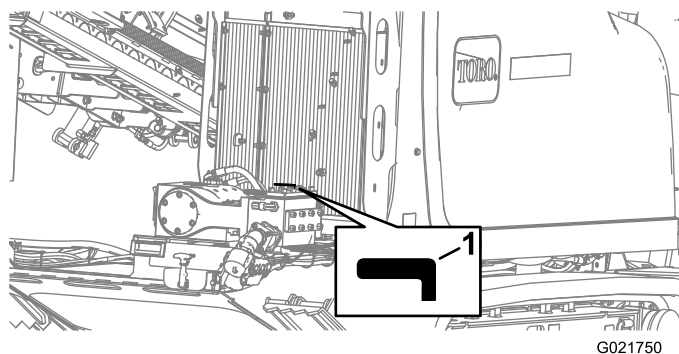

Рисунок 156
4. Поверните клапан бурового раствора в положение «Выкл.» (Рисунок 156).